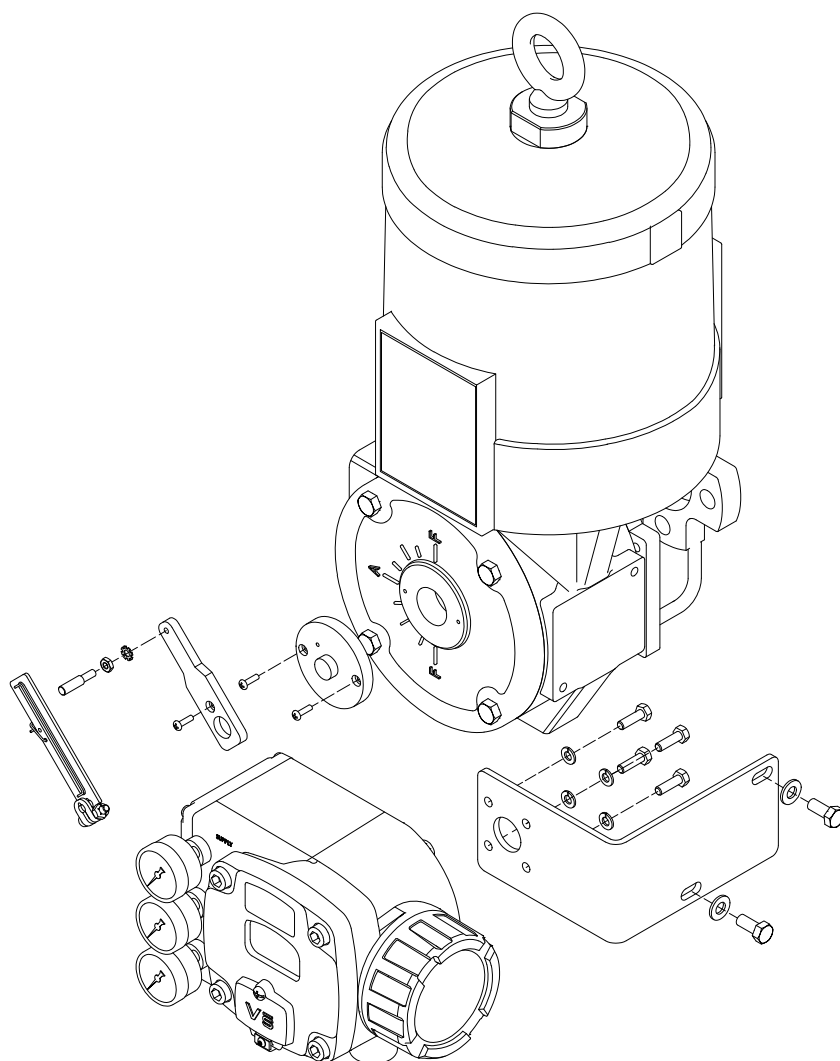

Figura 8 – Montagem do posicionador Chronos nos atuadores rotativos das válvulas BXL e VXL (configuração ar-para-abrir / falha-fecha)
- Instale o posicionador no suporte em “L”, que é fixado na caixa de transferência do atuador (vide Figura 8), apertando os quatro parafusos que fixam o posicionador no suporte. Não se esqueça de utilizar as quatro arruelas de pressão.